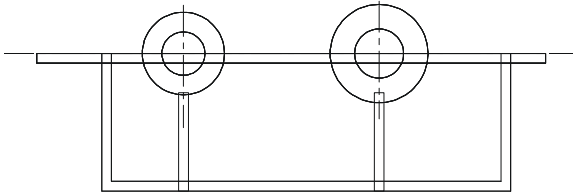

图 12-2-10
STEP 02 用重复命令复制一个到箱体右边的凸台上。效果如图 12-2-10 所示。